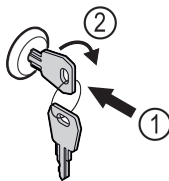

Fig. 158
- ▶ Vstavite ključ. Fig. 158 (1)
- ▶ Ključ obrnite v smeri urnih kazalcev za 90°. Fig. 158 (2)